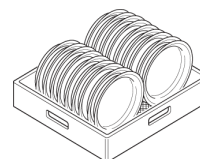

Fig.22
- Coloque los platos en posición frontal. (Fig. 22)